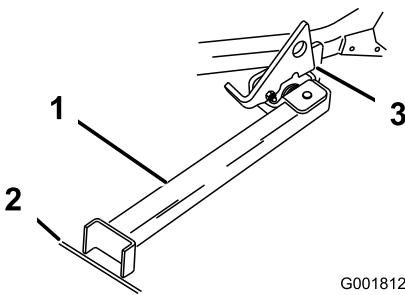

Figura 33
3. Alzate il dispositivo di chiusura. Portate il piede del supporto sul davanti e spostate il supporto verso la macchina, nell'intaglio inferiore (Figura 32e Figura 33).
4. Mettete a terra il piede del supporto ed appoggiate il dispositivo di chiusura sull'aletta orientabile (Figura 33).
- Nota:** Per ottenere risultati ottimali, appoggiate il piede del supporto nelle fessure del marciapiede o nel tappeto erboso (Figura 33).
6. Guidate sul supporto. Fermatevi quando il dispositivo di chiusura cade sull'aletta e si chiude (Figura 33). Una volta sul supporto, innestate il freno di stazionamento e spegnete il motore.